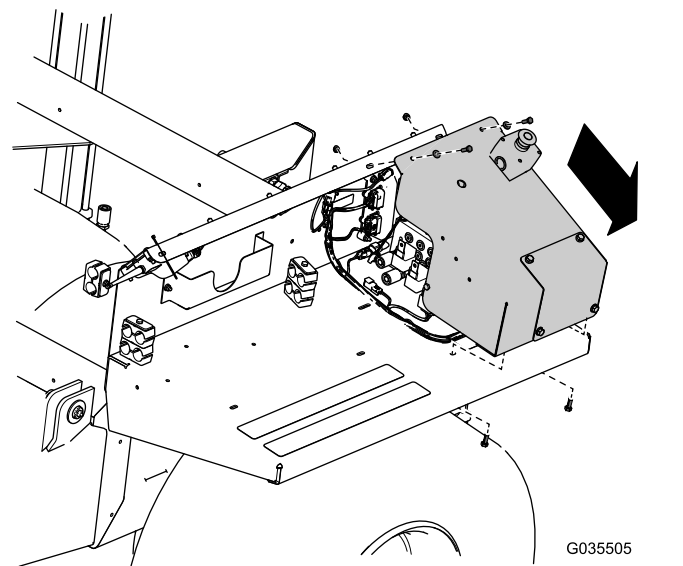

Bild 1
5. Nehmen Sie die Abdeckung ab, wie in Bild 1 abgebildet.